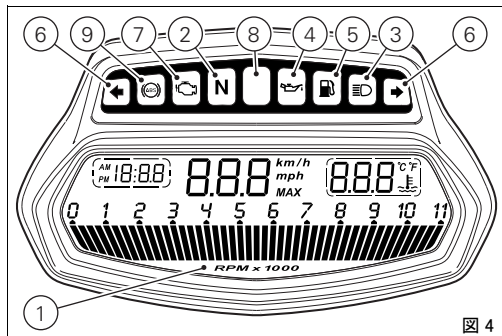

図 4
- 8) リミッターランプ “Over rev” / トラクションコントロールランプ “DTC” (赤) (図 4):
- 9) ABS ランプ (琥珀色) (図 4)。
センサーエラーの場合は“---”が点滅表示され、同時にエンジン / 車両診断ランプ - EOB (7、図 4) が点灯します。